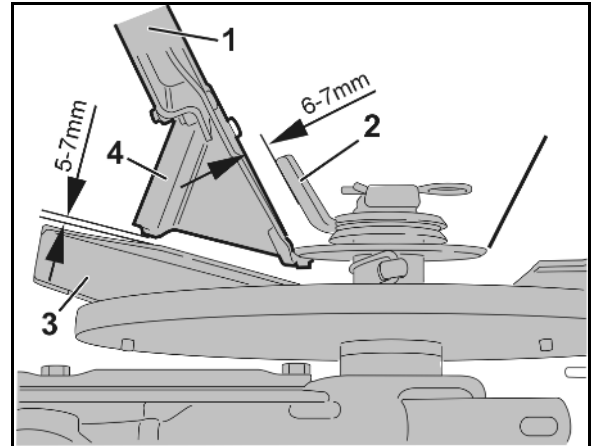

Bild 101
2. Ställ in spjällen på läge 11 med reglerspakarna (Bild 101/1).